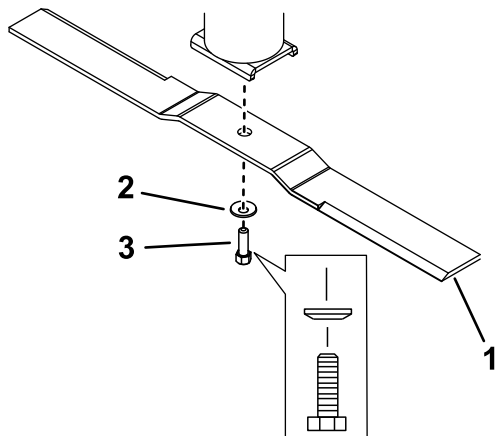

Figura 37
2. Retire o parafuso da lâmina, a anilha curva e a lâmina do conjunto do copo do eixo (Figura 37).
1. Instale a lâmina no eixo (Figura 37).
2. Instale a anilha curva (lado oval virado para a lâmina) e parafuso da lâmina (Figura 37).